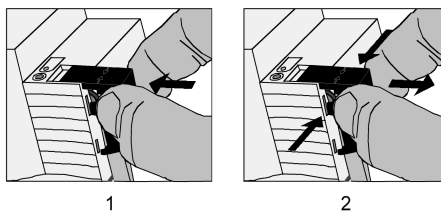

Figure 4: Poser/retirer le capuchon de protection pour la connexion du bus
- Poser le capuchon de protection : Pousser le capuchon de protection sur la borne de bus jusqu'à ce qu'il s'enclenche sensiblement (figure 4).
- Retirer le capuchon de protection : Pour retirer le capuchon de protection, le presser légèrement sur le côté et le tirer vers l'avant (figure 4).